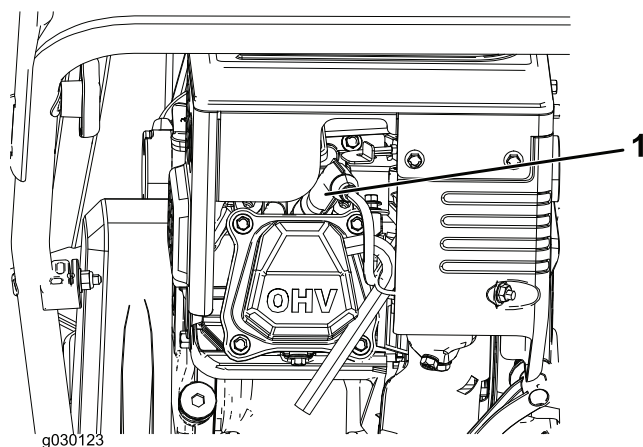

Figure 20
1. Enlevez le capuchon (Figure 20).